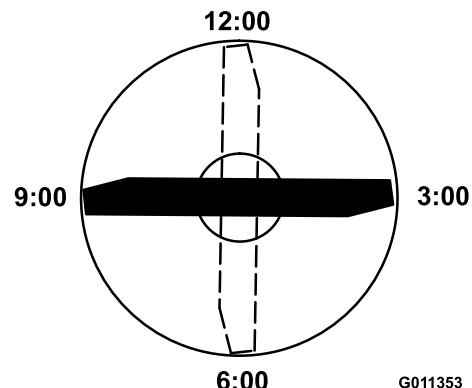

Figura 68
3. Coloque el filo de corte del extremo marcado de la cuchilla en la posición de las 12 (hacia adelante, en el sentido de la siega) y mida la altura desde la mesa hasta el filo de corte de la cuchilla (Figura 68).
4. Gire el extremo marcado de la cuchilla a las posiciones de las 3 y de las 9 y mida las alturas (Figura 68).